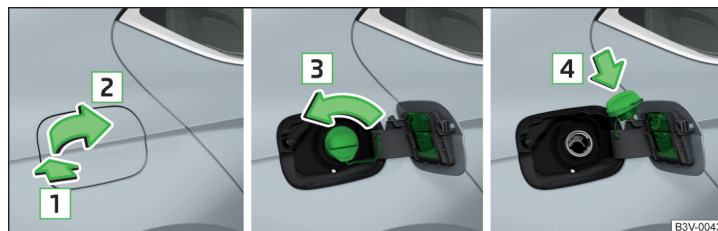

Abb. 312 Tankklappe aufklappen / Tankverschluss herausdrehen / Tankverschluss auf die Tankklappe stecken
- Auf die Tankklappe in Pfeilrichtung 1 drücken und diese in Pfeilrichtung 2 aufklappen » Abb. 312.